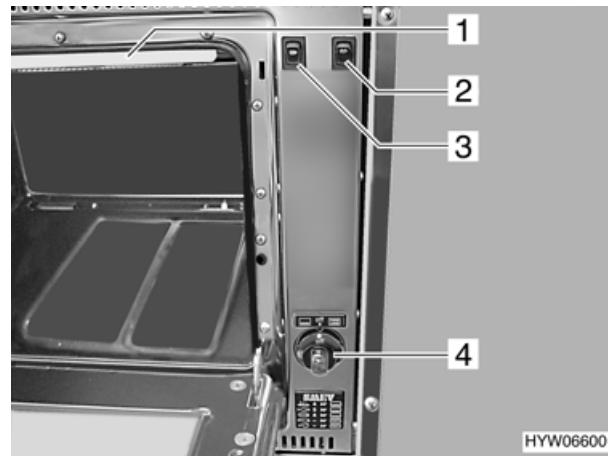

Bild 72 Gasbackofen
- Drehregler (Bild 72,4) auf Backen oder Grillen stellen.
- Drehregler (Bild 72,4) auf Stellung "off" drehen.
- ▷ Bei Grillbetrieb Hitzeschutz (Bild 72,1) entfernen und Backofenklappe halb geöffnet lassen.
- ▷ Der Bratspieß-Motor kann mit dem Wippschalter (Bild 72,3) beim Grillen oder Backen in Gang gesetzt werden.